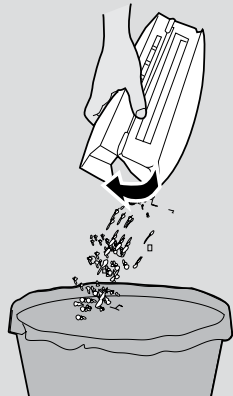

Fig. 18
2. Tenez le bac à poussière au-dessus d'une poubelle. **[Fig. 18]**